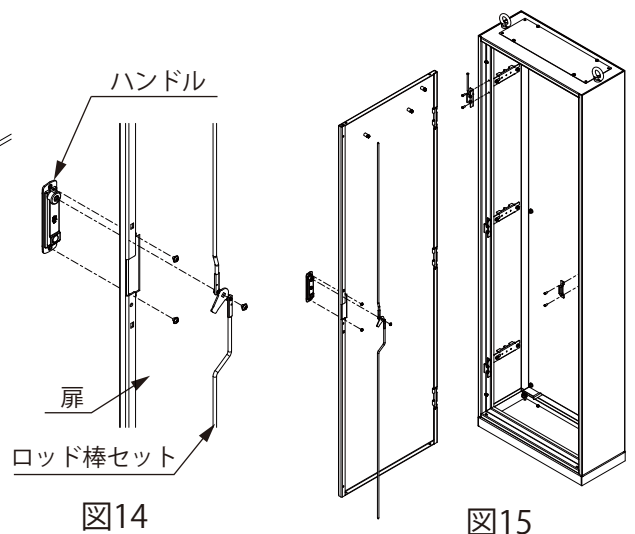

図14
- 4.扉の上下を逆にし、ハンドル、ロッド棒セットを取付けます。(図14)